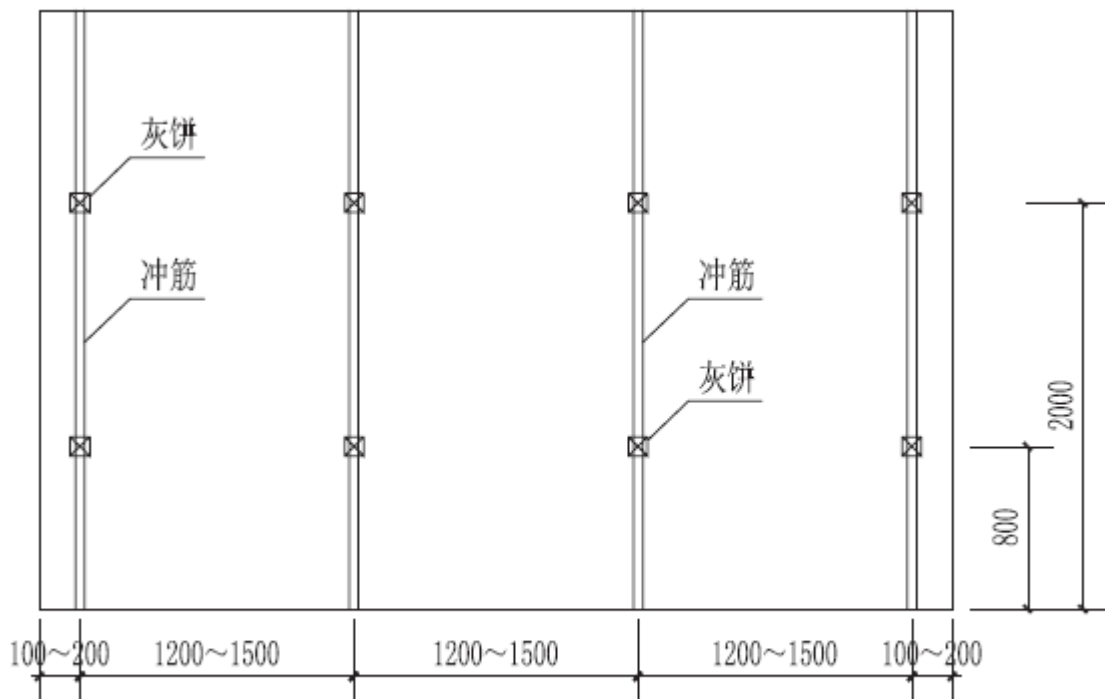

图5-1 灰饼、冲筋布置图
(1) 不同基层材质交界部位应贴 160g/m² 耐碱网格布，以防止开裂。
(2) 先在不同基层材质交界部位涂抹轻质抹灰石膏，然后将预先裁好的 500mm 宽耐碱网格布压入轻质抹灰石膏中，压实抹平。
5) 做灰饼（见图 5-1）
6) 冲筋（见图 5-1）